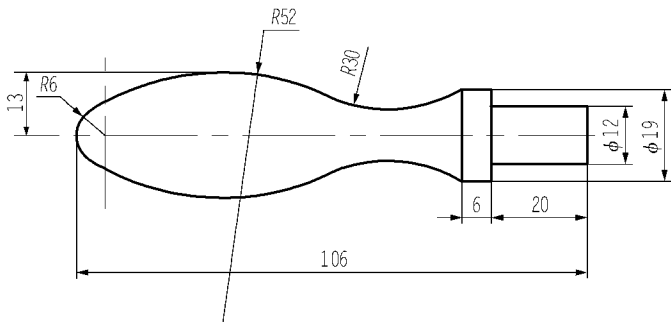

图 2-32 手柄
使用构造线、直线、圆、矩形等命令,绘制如图 2-32 所示的手柄,通过练习掌握基本图形元素的绘制方法。
(13) 根据图 2-32 所标尺寸, 绘制其他直线, 然后利用修剪工具修剪图形, 结果如图 2-40 所示。